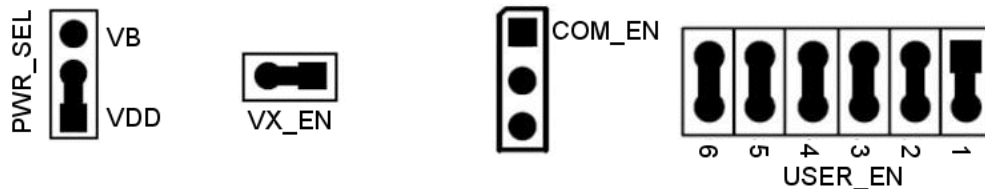

図 1. DEMO9S08QG8 のジャンパの設定
1. ジャンパの設定を確認します (図 1 参照)。
4. ジャンパが図 1 のとおり設定されていることを確認します。